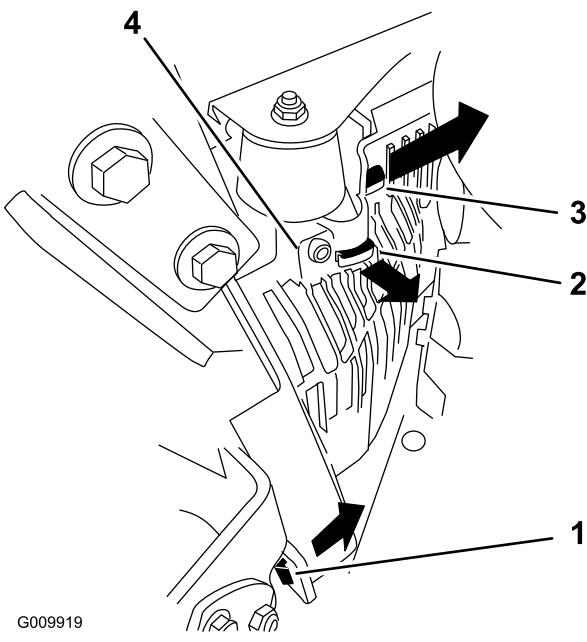

Figura 52
3. Retire la cubierta de la unidad hidráulica de la izquierda en el orden indicado en Figura 52. Así tendrá acceso a la bujía delantera.
5. Instale la cubierta de la unidad hidráulica izquierda (Figura 52).